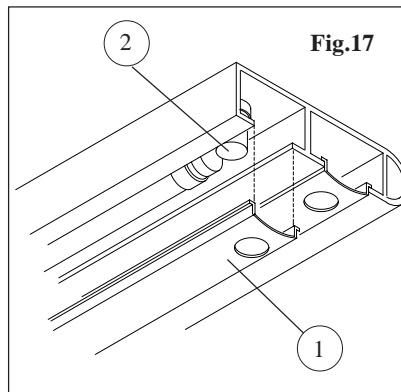

Fig.17
Si accede alla lampada rimuovendo la protezione in plastica trasparente, agendo sull'opportuna feritoia e tirando verso il basso (pos.1 - Fig.17).
Per lo starter (pos.2 - Fig.17), il quale è posto di fianco all'attacco destro della lampada, eseguire una rotazione ortogonale al suo asse per sganciarlo.
It is possible to approach near the lamp removing the protection of transparent plastic, pressing the suitable venthole and pulling it down (pos.1-fig.17).
In order to take away the starter, (pos.2 - fig. 17), placed near the lamp's right cap, execute an orthogonal rotation around his axle.
On accède à la lampe en enlevant la protection en plastique transparent agissant sur la fente appropriée et en tirant vers le bas (pos.1-fig.17).
Pour le remplacement du starter (pos.2-fig.17), qui se trouve près de la prise droite de la lampe, faire une rotation orthogonale à son axe pour le décrocher.
Wenn Sie auf den richtigen Schlitz wirken und nach hinunter ziehen kann man durch die Entfernung des durchsichtigen Kunststoffschutzes die Lampe erreichen (Pos.1-Abb.17).
Für den neben der rechten Lampeverbindung gestellten Starter (Pos.2 Abb.17), machen Sie eine orthogonale Drehungsachse, um ihn abzuhängen.
Se accede a la lampara removendo la protección de plástico transparente, obrando en la oportuna rendija y tirando abajo (pos. 1 - fig. 17).
Para el starter (pos. 2 - fig. 17), que es puesto al lado de la conexión diestra de la lampara, efectuar una rotación ortogonal a su eje para desengancharlo.